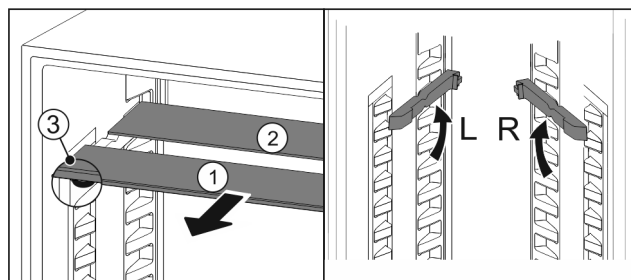

Fig. 76
- Sortir les tablettes par l'avant Fig. 76 (1).
- ▷ La tablette en verre Fig. 76 (1) avec bordure décorative est située à l'avant.
- ▷ Les butées Fig. 76 (3) sont orientées vers le bas.